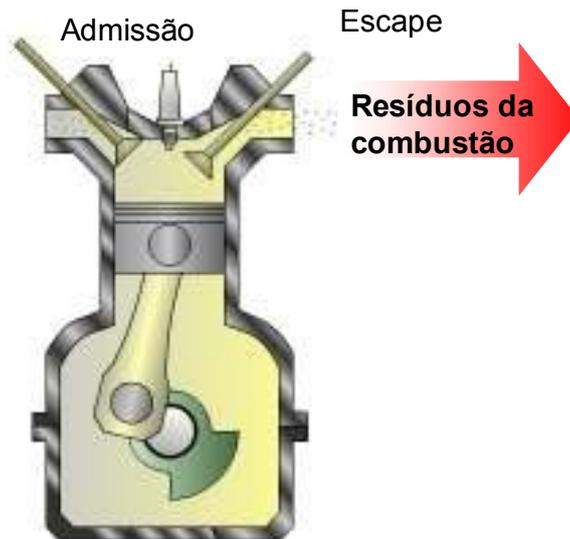

Figura 12 - Esquema do escape no ciclo Otto 4 tempos
- Quarto curso: Escape. Para que sejam retirados os resíduos da combustão para que o próximo ciclo de 4 tempos acontece, a válvula de escape se abre e o êmbolo, impulsionado pela energia liberada no tempo explosão-expansão, se movimenta do ponto morto inferior ao superior, empurrando os resíduos que seguem para o sistema de escape (Figura 12).